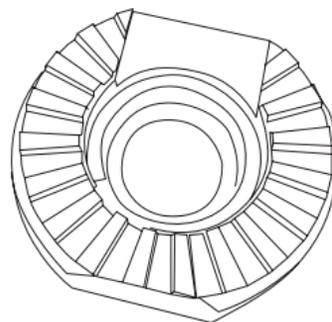

Рис. 6
7. Подготовьте вторую муфту распорную [3] к установке с другой стороны. Для этого установите в муфту кольцо дистанционное [2] (рис. 6).